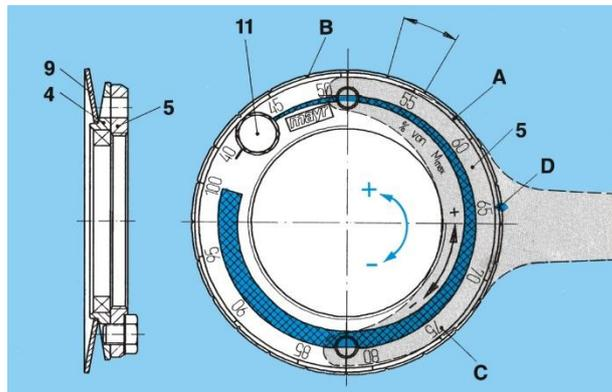

Рисунок 10
Отсчитываемая установка крутящего момента (Рис.10)
Установка крутящего момента (Рис.10, 11 и 12)
Поворот регулировочной гайки (5) в пределах рабочего диапазона по часовой стрелке уменьшает крутящий момент. При ее вращении против часовой стрелки крутящий момент увеличивается. Если смотреть на регулировочную гайку (5), как показано на Рис. 10 и 11. (Направление взгляда).
- б) Извлечь стопорный винт (11) из регулировочной гайки (5).
в) Регулировочную гайку (5) согласно шкале настройки с делениями (Рис. 10) вращать по часовой стрелке или против нее с помощью торцевого штифтового (для гаек с отверстиями на торце) ключа, пока не будет настроен требуемый крутящий момент.
г) Требуемый крутящий момент получится от совмещения отметки (D) на стопорном кольце (4) и значения процентов (C) на регулировочной гайке ((5) Рис. 10 и 11).
этом четыре прорези (А) в регулировочной гайке (5) и пазы (В) в стопорном кольце (4) должны находиться в одинаковом положении (Рис. 10). При необходимости небольшая корректировка.